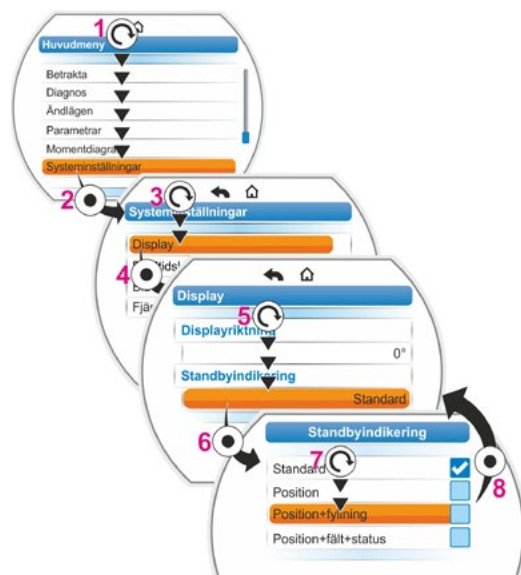

Bild 5: Välj standbyindikering
- Enligt beskrivning i föregående kapitlet "Displayriktning", utför manöverstegen pos. 1 till pos. 4.
- Sätt valmarkeringen vid "Standbydisplay" på "Standard" (bild 5 pos. 5) och bekräfta (pos. 6).